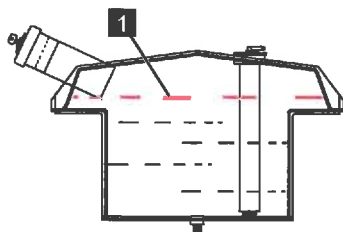

Abb. 168
5. Kraftstofftank maximal bis zur angegeben Füllstandshöhe (Abb.168/1) befüllen.